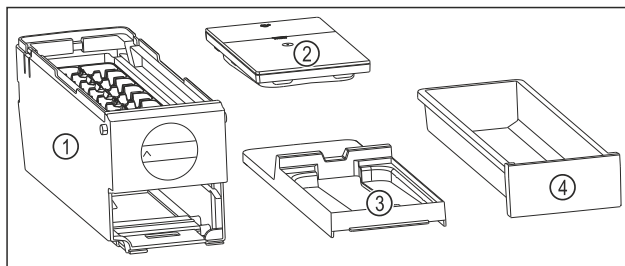

Fig. 85 Součásti EasyTwist-Ice
- ▷ EasyTwist-Ice je rozebrán na čtyři části. (viz Fig. 85)
- ▶ EasyTwist-Ice rozebírejte pouze na zobrazené součásti. (viz Fig. 85)
- ▶ Korpus EasyTwist-Ice Fig. 85 (1) vyčistěte jako celek.